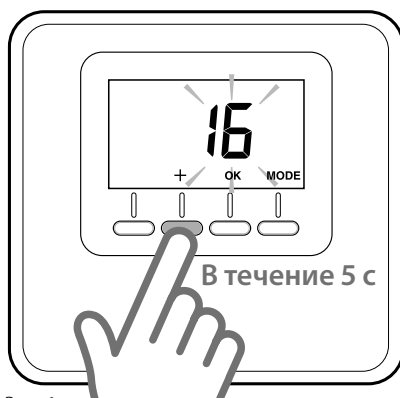

Рис. 6
- Нажмите и удерживайте в течение 5 секунд кнопку «+» на регуляторе температуры в помещении (Рис. 6). На дисплее попеременно отображаются версия программного обеспечения и код модификации.